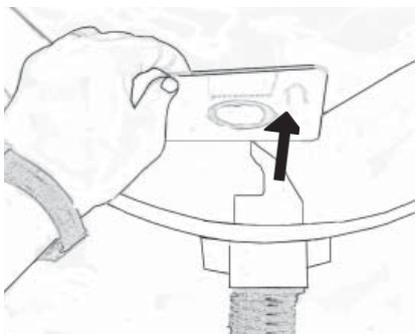

Abb. 24
5. Entfernen Sie den Staubbeutel, indem Sie die Kartondeckung festhalten und die Karte mit dem Beutel vorsichtig aus dem Behälter ziehen, Abb. 24. Falten Sie den perforierten Teil des Kartons zur Beutelöffnung, um zu verhindern, dass der Inhalt austritt.